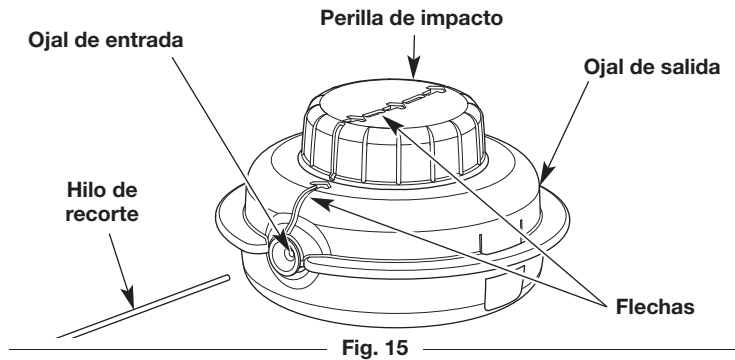

Fig. 15
- Gire la perilla de impacto en el sentido de las agujas del reloj para alinear las flechas (Fig. 15).
- Inserte el nuevo hilo de recorte en el ojal de entrada (Fig. 15). Oprima el hilo a través del cabezal de corte hasta que sobresalgan unas pulgadas por el ojal de salida. Tire de la línea saliente hasta aproximadamente 10 pies (3 m) de la línea que se extiende desde cada lado del cabezal de corte. Asegúrese de que las longitudes de la línea a cada lado sean iguales.